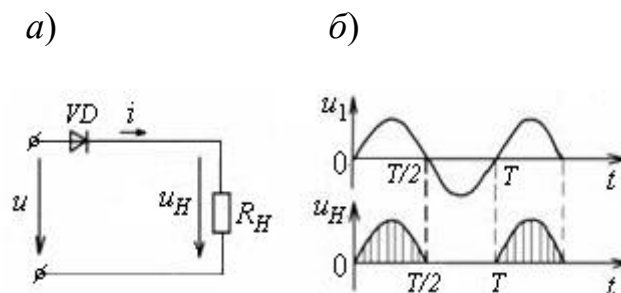

Рисунок 13.2 – Однофазная однополупериодная схема выпрямления (а) и временные диаграммы (б)
13.1.4 Изучить работу схемы ограничения амплитуды (см. рисунок 13.2).